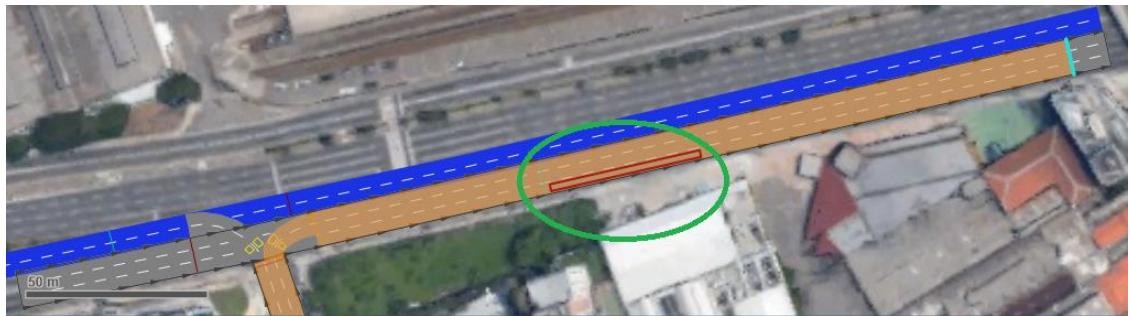

Figura 31
67. Em **Network Objects**, selecione a opção **Public Transport Stop**. Aperte o botão CTRL e, com o botão direito, selecione um ponto da Av. Alcântara Machado e arrastando o retângulo até algum ponto (Figura 31).